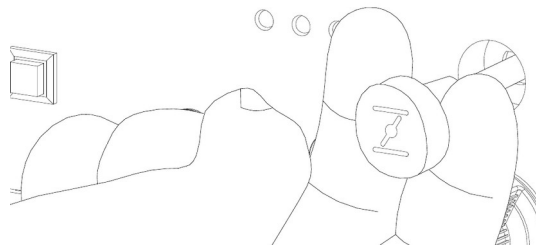

FIG. 6 — Estrangulador
- 3) Abra la válvula de ventilación de la tapa del depósito (3).
- 4) Gire el interruptor de combustible y motor (G) a la posición ON.
- 5) Con el motor frío, tire del estrangulador (F) para cerrar el aire (FIG. 6). Con el motor caliente no es necesario.